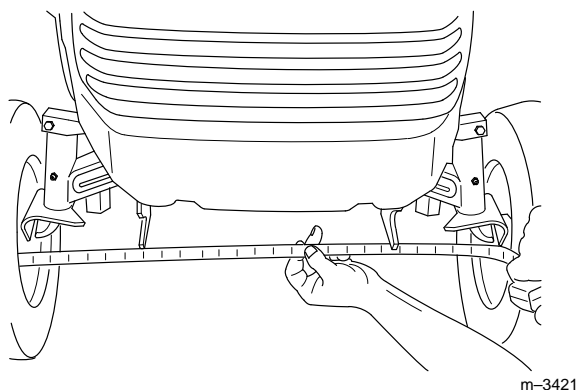

Abbildung 45
Die Beibehaltung der richtigen Vorspur am Vorderrad ist wichtig für die Sicherheit, die Funktion der automatischen Drehzahlreduzierung und die einfache Bedienung. Wenn es zu ungleichmäßigem Reifenverschleiß, Reibung auf dem Rasen oder schwergängiger Lenkung kommt, kann eine Einstellung erforderlich sein. Die Vorspur alle 100 Betriebsstunden bzw. einmal pro Jahr kontrollieren, je nachdem, welcher Fall zuerst eintritt (Abb. 45).
4. Den Abstand zwischen den beiden Vorderreifen in Achszapfenhöhe messen (vorne und hinten an den Rädern) (Abb. 45).